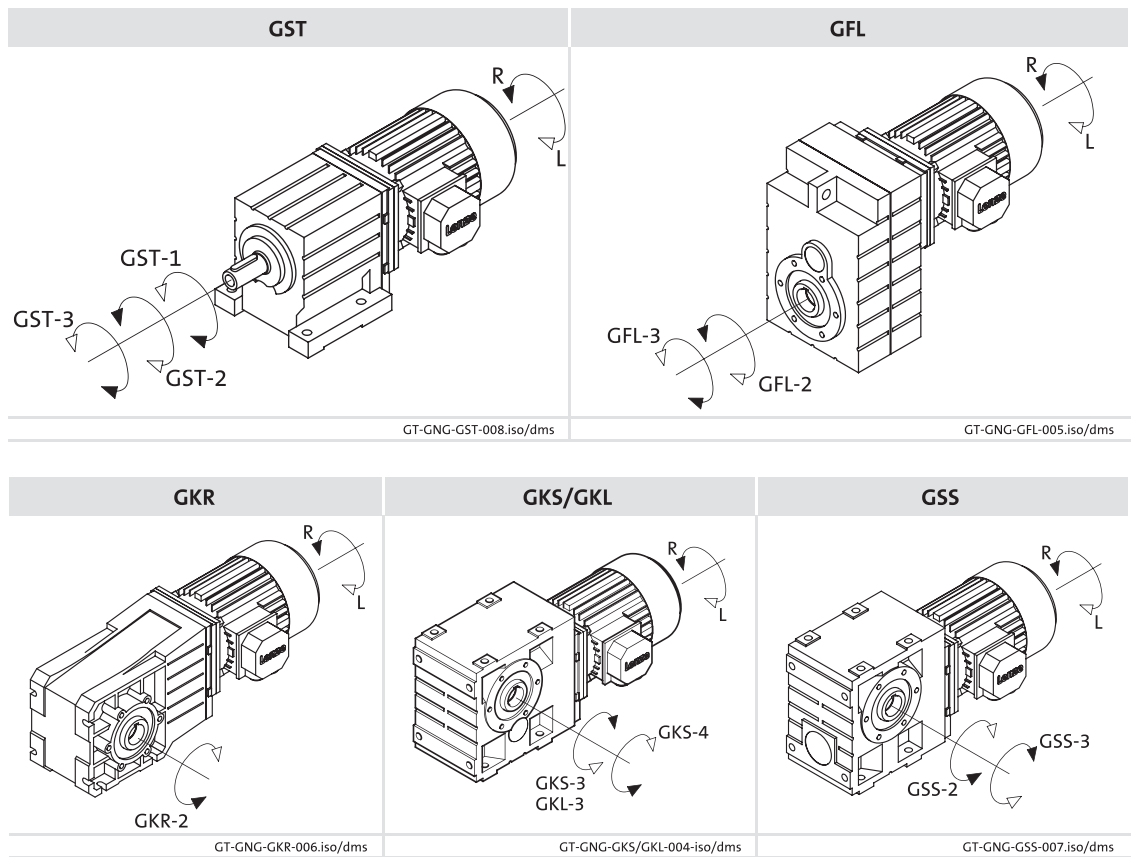

图2 减速电机旋转方向
调试之前必须检查减速电机的旋转方向(见图2)。运转方向由风扇外壳上的箭头指示。旋转方向错误时，请联络Lenze。
- 检查驱动功能和机械功能，检查旋转方向(见图2)。